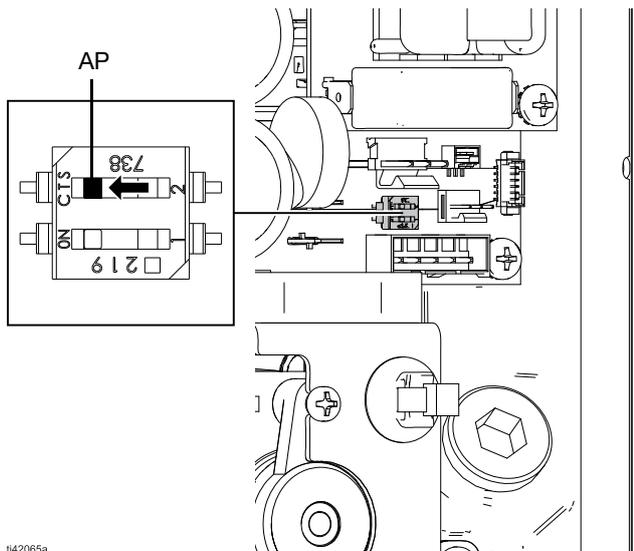

図 12: オートプライムを無効化
2. オートプライムスイッチ (AP) を見つけます。モーターの取扱説明書の図 12 または**電気回路図**を参照してください。
3. オートプライムスイッチ (AP) を左 (オフ) の位置にプッシュします。